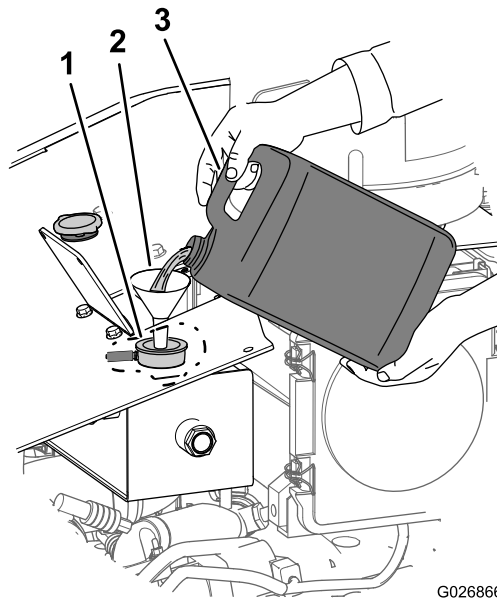

Рисунок 110
2. Залейте в систему охлаждения смесь охлаждающей жидкости указанного типа (Рисунок 110) так, чтобы ее уровень дошел до средней точки указателя (Рисунок 103).